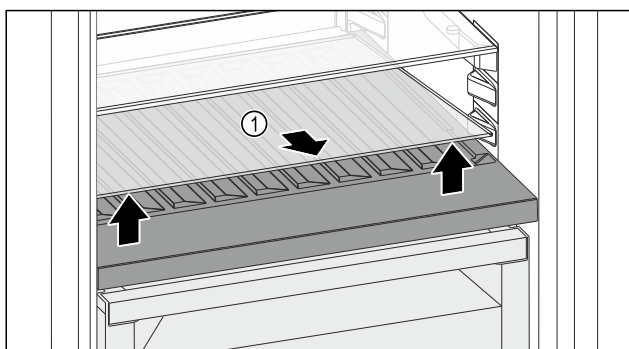

Fig. 144
- ▶ Приподнимите стеклянную пластину Fig. 144 (1) за выемку спереди и извлеките.
- ▶ Уложите стеклянную пластину Fig. 144 (1) на хранение вне устройства.
- ▶ Установите стеклянную пластину (2) под сменной полкой для хранения бутылок.